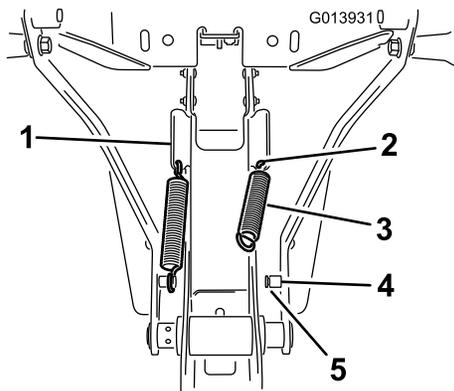

Bild 7
1. Setzen Sie die Feder in das Loch im unteren Ende der abgewinkelten Nase an der Seite des Rahmens ein (Bild 7).
2. Haken Sie ein Ende der Feder in das Loch und das andere Ende in der Federstrebe ein (Bild 7).
3. Stellen Sie sicher, dass das Federende ordnungsgemäß in der Kerbe der Strebe sitzt. (Bild 7).